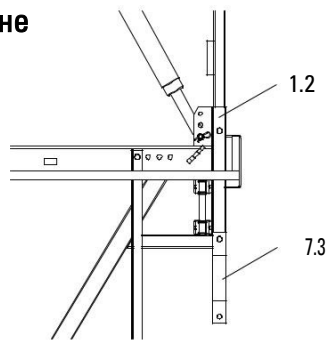

Fig. B1.34a
1. Закрепете обтягащия анкер CB (7.3) с болт M16 x 100, SW 24 към верти-калната тръба на конзолата (1.2). (Fig. B1.34a)